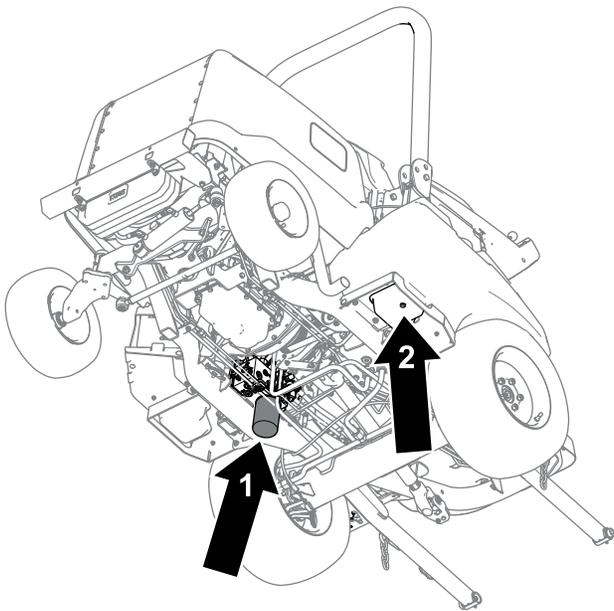

图 85
- 从油箱底部取出排油塞图 85 让液压油流入放油盘。
- 将放油盘放到滤芯图 85 下方取出滤芯让剩余的油流入放油盘。